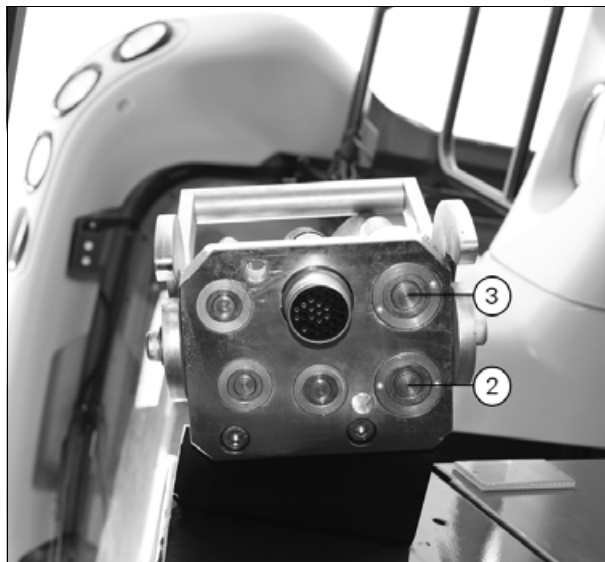

Рис. 1.
(рис. 1)
ВАЖНО: Если присоединена жатка для кукурузы, на экране Система DATAVISION появляется информация о том, что к машине присоединена жатка без мотовила. Машина должна быть оснащена многофункциональной муфтой с перепускным соединением между (2) и (3) (мотовило), как показано на рис. 1. Отсутствие перепускного соединения приведет к повреждению гидравлической системы.